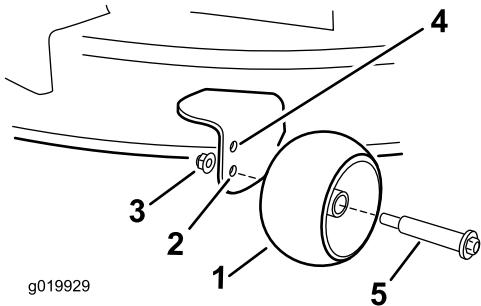

Figura 22
- Foro superiore — utilizzare questa posizione con il piatto di taglio a un'altezza di taglio di 63mm e inferiore (Figura 22).
- Foro inferiore — utilizzare questa posizione con il piatto di taglio a un'altezza di taglio di 76mm e superiore (Figura 22).